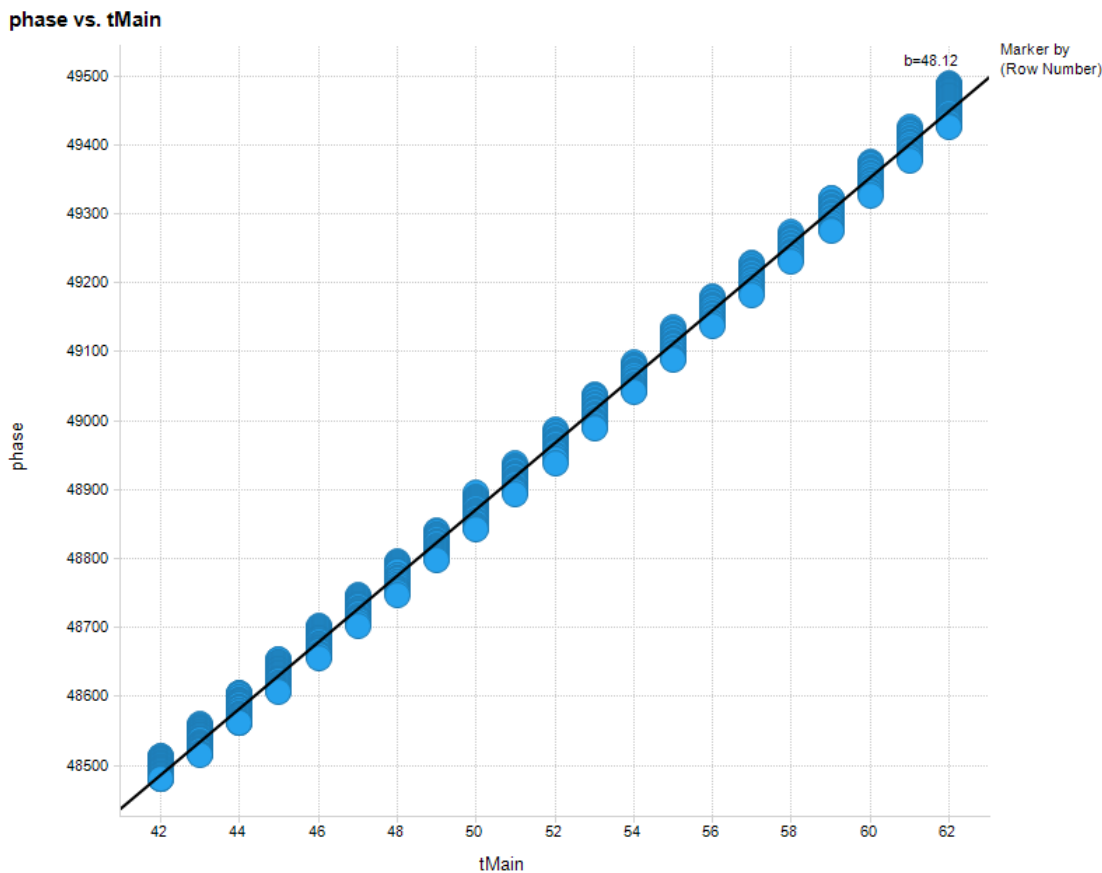

图 5. 相位偏移与内部温度传感器间的关系
OPT3101::phaseOffsetC::storeToFile() 方法用于存储每个温度的相位偏移值以及基于配置的 TX 通道和电流设置。SDK 显示了使用 **OPT3101::calibrationC::illumCrosstalkTempCoff()** 方法进行系数估算的简化版本。在实践中，需要对串扰寄存器数据执行最佳线性拟合，以分别获取 I 值和 Q 值。建议使用 OPT3101 器件内部温度传感器作为线性拟合的 X 轴。每个 TX 通道和电流都要存储两个斜率值。一个是 I，另一个是 Q。**OPT3101::crosstalkTempCoffC** 类提供了用于存储这些系数的数据结构。此类中有些成员函数可将这些系数存储在文件中，以后检索。**OPT3101::device::loadIllumCrosstalkTempCoff()** 和 **OPT3101::device::loadIllumCrosstalkTempCoffSet()** 方法提供了将系数加载到硬件的方法。**OPT3101SDK** 中包含的文档详细介绍了这些方法。当串扰值（温度）非常低时，可能很难将一条线拟合到数据中并获取系数。在这种情况下，可将系数设置为零，并可使用 此应用手册 中提供的公式 (1) 来计算残留串扰所产生的影响。相位偏移与温度间的关系呈线性拟合。根据是否使用外部温度传感器，可以使用内部温度传感器或外部温度传感器获取斜率。图 5 显示了用最佳拟合线绘制的示例图。曲线的斜率用于确定系数。SDK 中的 **OPT3101::calibrationC** 类包含多个方法，用于将每个 TX 通道和电流设置的系数存储到文件中并进行检索。